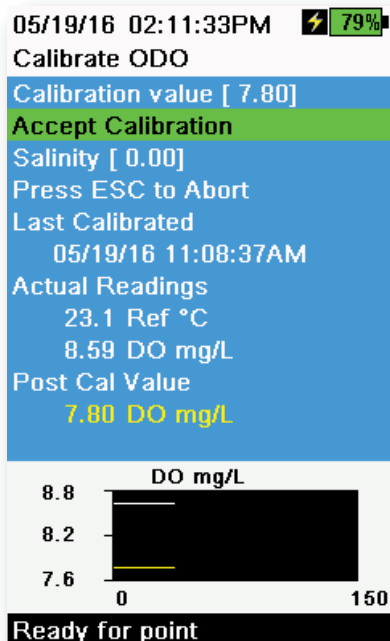

Figura 52 Calibración del porcentaje de ODO mg/L
5. Observe las lecturas reales de la estabilidad (la línea blanca en el gráfico no muestra ningún cambio significativo durante 40 segundos). Luego, seleccione **Accept Calibration** (Aceptar calibración) (Figura 52). En el área de mensajes aparecerá: "Calibration successful!" (¡Calibración con éxito!)